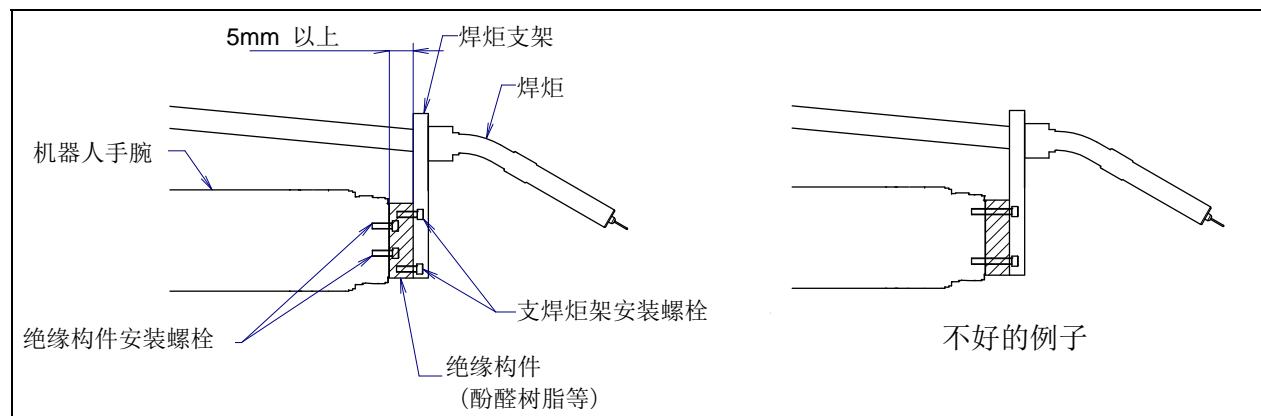

图 C.1 (a) 手腕的绝缘
- 应在末端执行器安装面进行切实的绝缘设计。对于夹在末端执行器安装面和焊炬支架之间的绝缘构件，焊炬支架与绝缘构件之间的紧固螺栓和绝缘构件与机器人手腕之间的紧固螺栓不能共用，请勿一起紧固。（参照图 C.1 (a)）